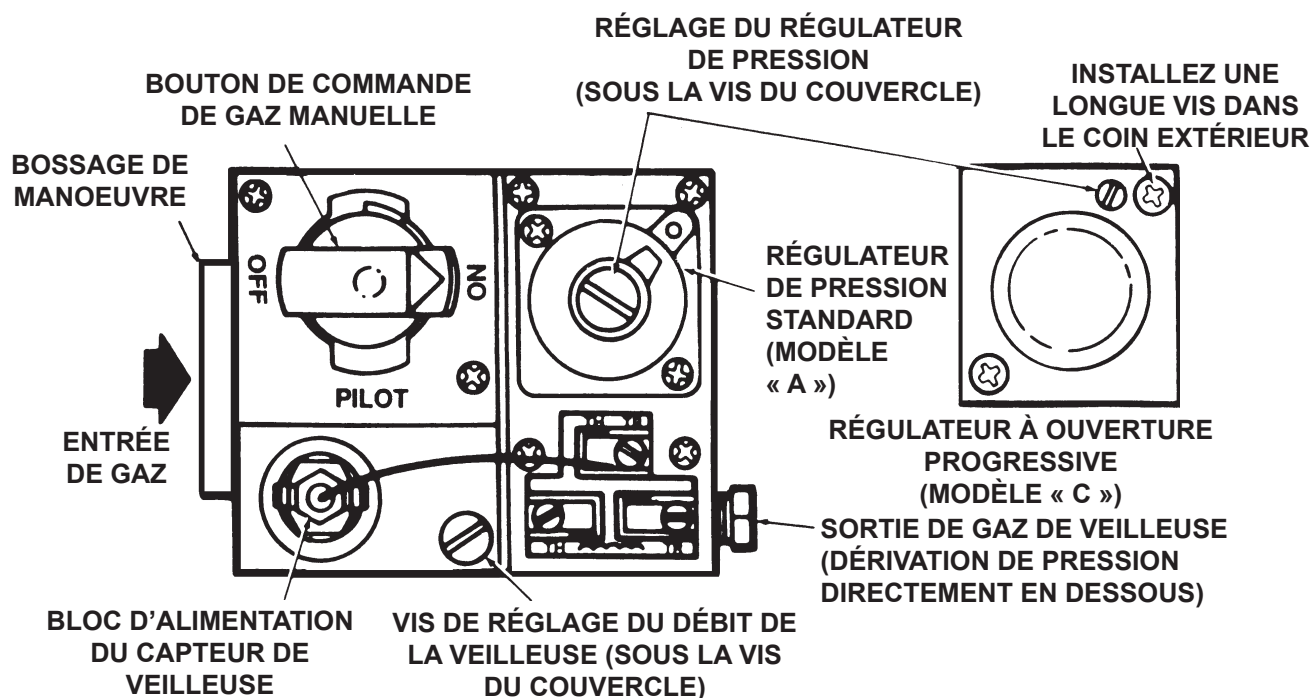

Figure 12. Commande de gaz de capacité standard – vue du dessus
- A. Déposez la vis du couvercle de réglage de la veilleuse. Voir la figure 12.